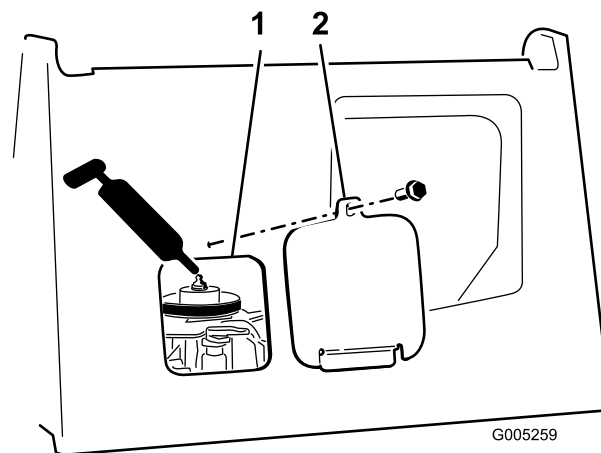

Figura 20
3. Montate un ingrassatore a pressione sul raccordo di ingrassaggio nell'apertura di accesso alla scatola degli ingranaggi (Figura 20).